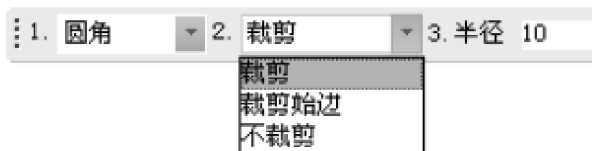

图 4-7 选项菜单
2) 单击立即菜单中的【裁剪】选项，则在其下方弹出一个如图 4-7 所示的选项菜单。